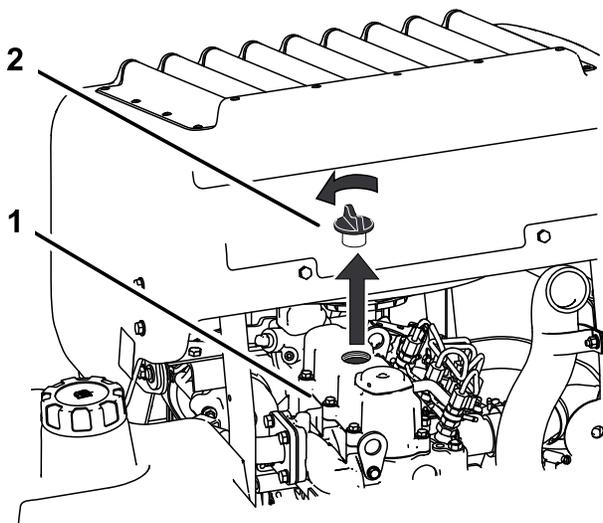

Figura 68
6. Togliete il tappo di riempimento dell'olio da sopra il motore (Figura 68),
2. Rimuovete il tappo dell'olio e l'asta di livello (Figura 68).